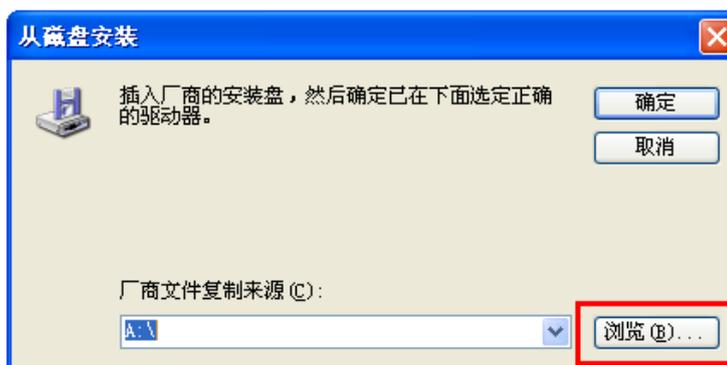

图 2-10 选择选择硬件驱动程序存放位置 (二)
- 4) 点击【从磁盘安装 (H)】按钮，出现如图 2-10 所示界面：